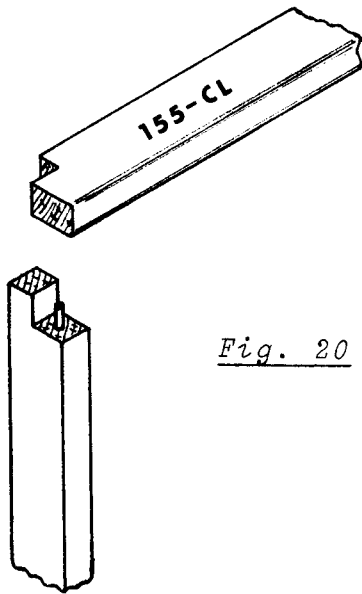

Fig. 20
7- Fixer les poitrinières 155-CL aux montants avant et arrière du métier, le côté rond en dehors, elles seront retenues par les fiches de métal. Ces poitrinières peuvent être enlevées au besoin mais prenez soin de lever les deux bouts à la fois afin de ne pas fendre les montants. (Fig. 20)
7- Place breast beams 155-CL on the front and back posts of the loom, the round edge outside. They are held in place by the steel studs and can be removed whenever necessary. When taking them off, lift both ends at the same time to prevent breakage of posts. (Fig. 20)
- 7- Fixer les poitrinières 155-CL aux montants avant et arrière du métier, le côté rond en dehors, elles seront retenues par les fiches de métal. Ces poitrinières peuvent être enlevées au besoin mais prenez soin de lever les deux bouts à la fois afin de ne pas fendre les montants. (*Fig. 20*)